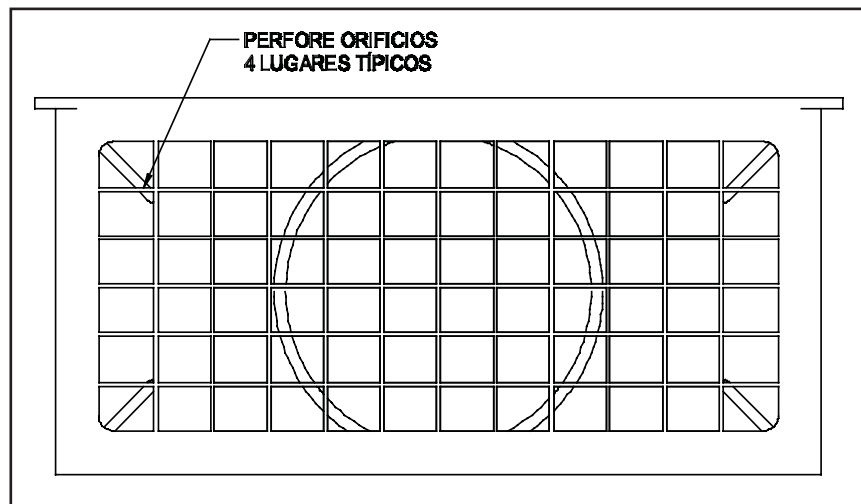

Figura 3
2. Sostenga la unidad del ELIMINATOR™ contra el respiradero. Marque y perforo 4 orificios a través de la red. Esto se debe hacer en el lugar endonde se entrecruzan los orificios ranurados para el montaje y la malla de la rejilla de ventilación. (Ver Figura 3)